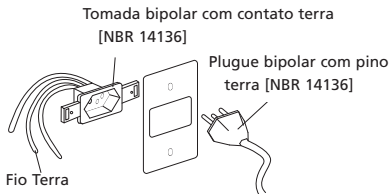
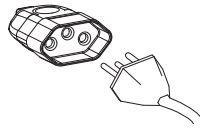

Fig. 33
Fig. 34
- Ligar o produto numa tomada bipolar com contato terra, exclusiva e em perfeito estado [não acompanha o produto][Fig.33] ou plugue fêmea em perfeito estado [Fig. 34].